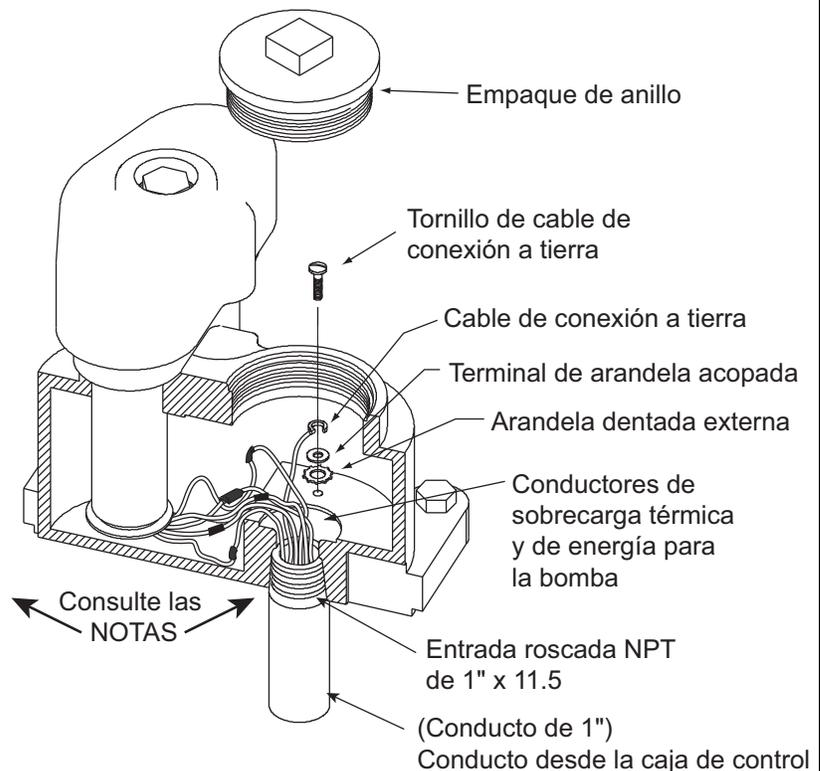

Figura 2. Caja de conductos - Ensamble de la horquilla
1. Conecte el conducto eléctrico a través de los accesorios aprobados a la caja de conductos. Consulte las NOTAS en la Figura 2.